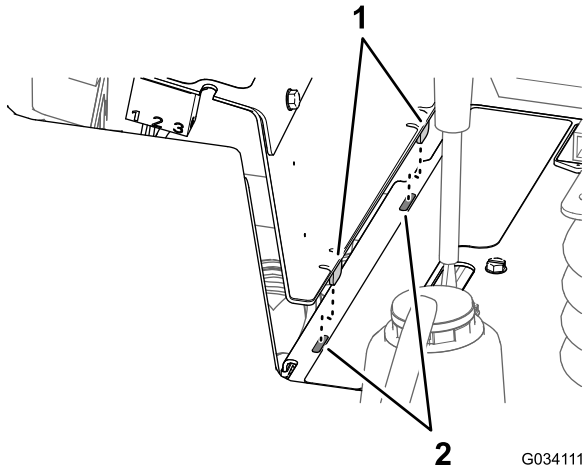

Figura 58
2. Alinee las dos pestañas de la parte inferior del panel lateral con las dos ranuras del bastidor de la consola (Figura 58).